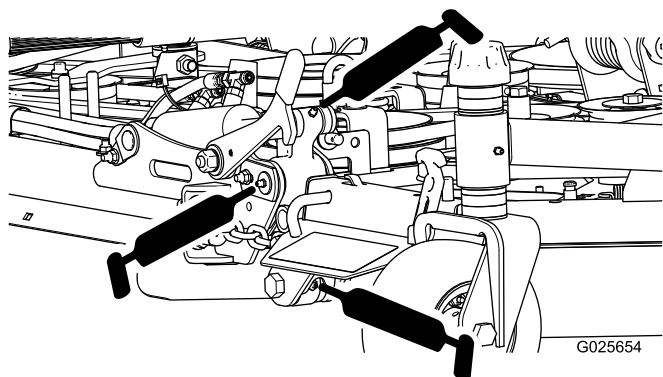

Figura 18
- Cerniere del piatto laterale (10) (Figura 18)